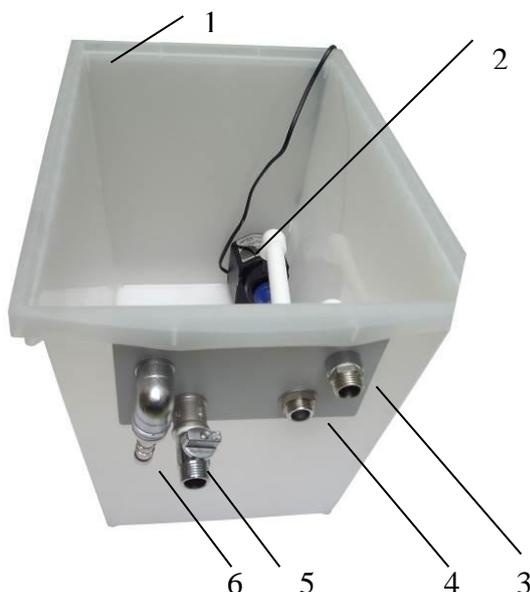

Рис.4. Накопитель БАЖ-V.
- Накопитель БАЖ см. рис.4. состоит из емкости (поз. 1) , объем до 36л, насоса низкого давления (поз. 2), штуцеры выхода БАЖ (поз. 4), входа БАЖ с краном (поз. 5) и дренажа (поз. 6). Система укомплектована 2 шлангами.